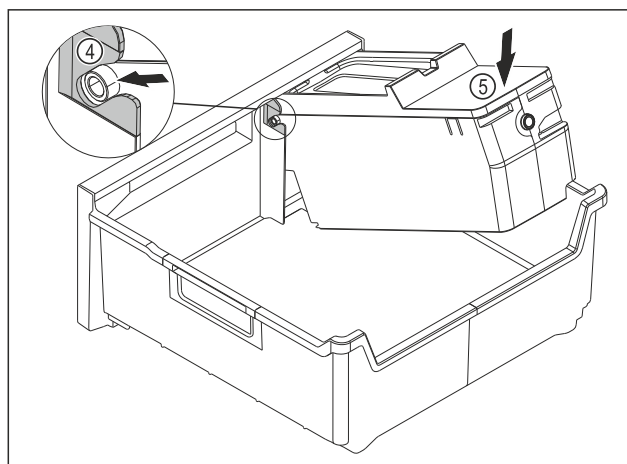

Fig. 216
- Monter le corps de l'EasyTwist-Ice : Insérer les axes du corps de l'EasyTwist-Ice dans les guides Fig. 216 (4).
- Appuyer l'arrière du corps de l'EasyTwist-Ice Fig. 216 (5) vers le bas.